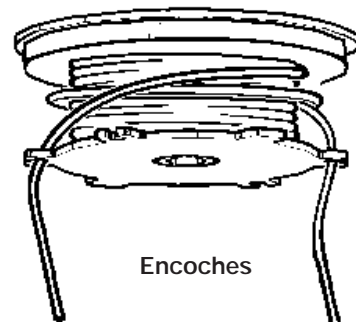

Fig. 16
6. Bloquer chacune des extrémités de fil dans les encoches diamétralement opposées de l'extérieur de la bobine (Fig. 16).